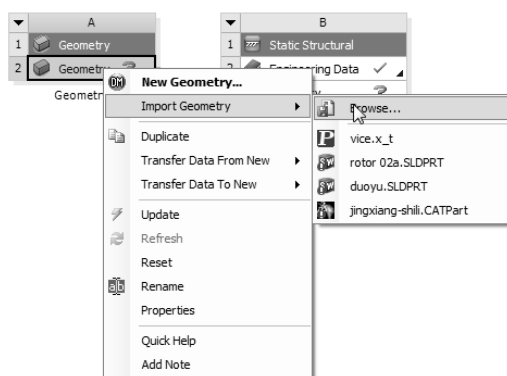

图 5-62 选择导入几何体命令
1) 在 A2 栏的【Geometry】项上单击鼠标右键, 在弹出的快捷菜单中选择【Import Geometry】|【Browse】命令, 如图 5-62 所示, 弹出【打开】对话框。